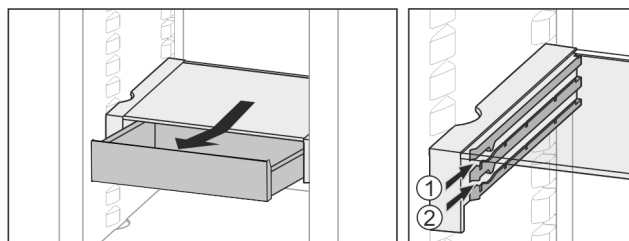

Fig. 24
- ▶ Вкарайте го на височина по избор *Fig. 24 (1)* или *Fig. 24 (2)*.